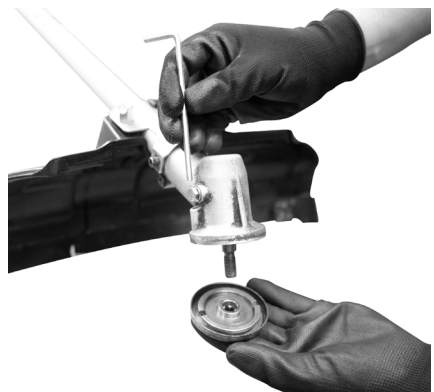

Fig. 6 – Montaje de la brida interna
- Posicione la brida interna (pieza 01) en el eje de la desbrozadora (Fig. 6);